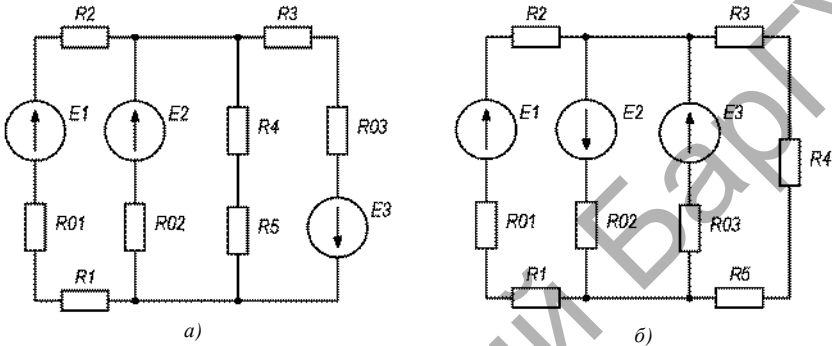

Рисунок 1.30
**Задача 1.16.** Определить токи во всех ветвях цепи (рис. 1.30), мощности всех элементов, КПД цепи. Составить уравнение баланса мощности, используя исходные данные таблицы 1.16.